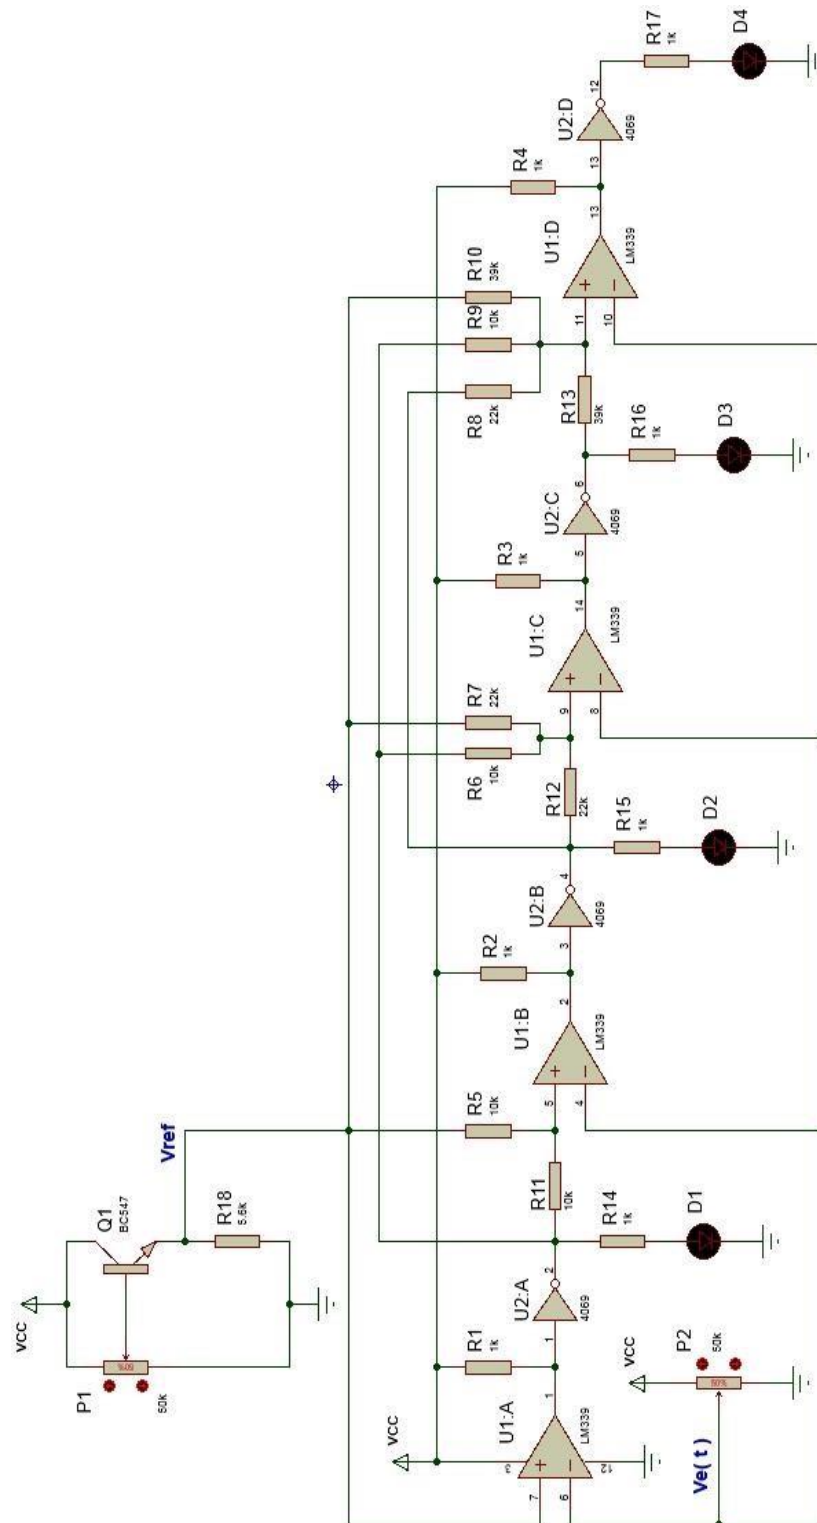

Figura 2.2
2. El alumno realizará el cálculo de los voltajes en cada una de las dos entradas de los cuatro comparadores del circuito de la figura 2.2 así como el código binario de salida para un voltaje de entrada de 3.3 V. Considere que el voltaje máximo de entrada es de 8 V.
1. Simule el circuito de la figura 2.2 alimentándolo con un voltaje **aproximado de $V_{CC} = 10\text{ V}$** . Dicho valor será modificado posteriormente a través del procedimiento del inciso 3.